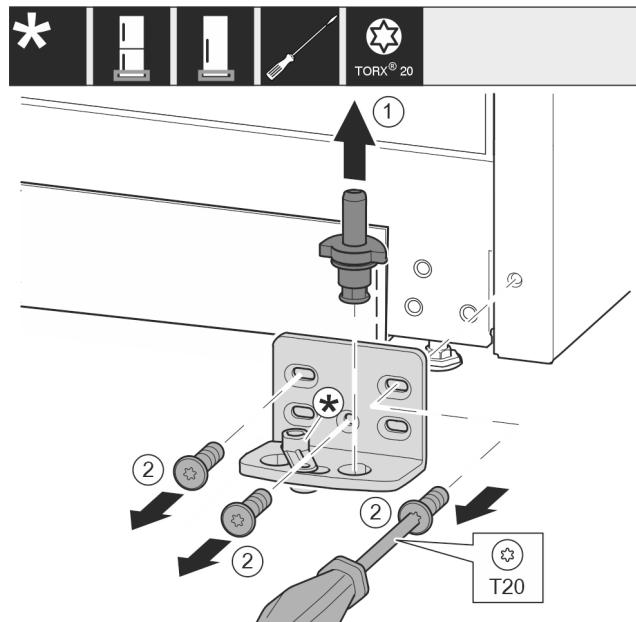

Fig. 14
- Опорный палец полностью извлеките движением вверх. Fig. 14 (1)
- Открутите винты отверткой T20 и снимите опорный кронштейн. Fig. 14 (2)